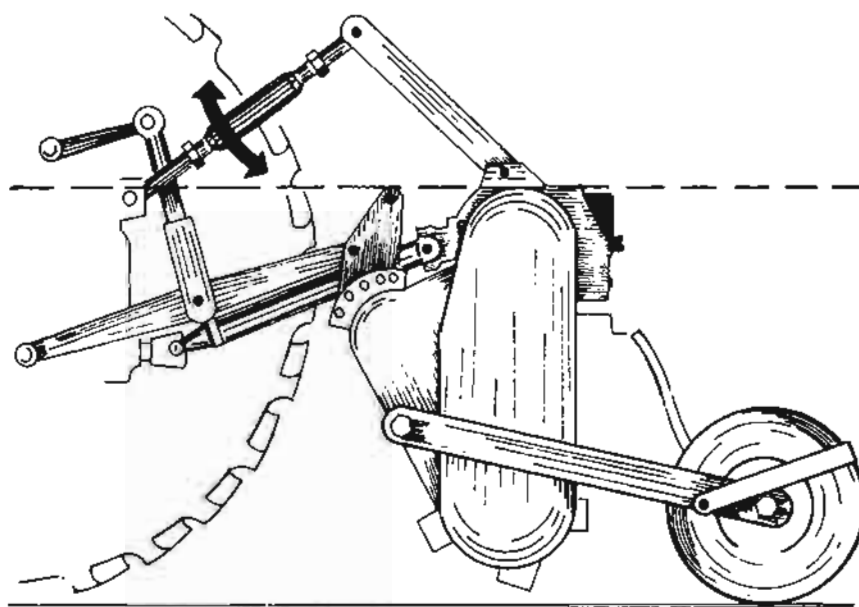

Fig. 7
- d Gradúe longitudinalmente alargando o acortando el brazo superior hasta que el bastidor del apero quede paralelo al suelo (fig. 7).